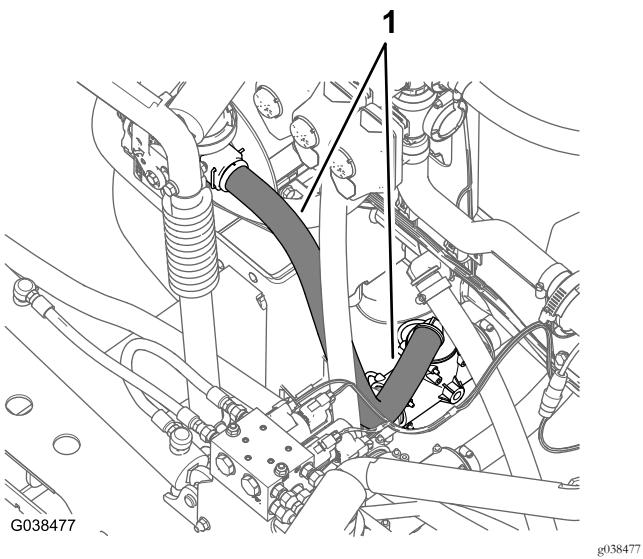

图74
3. 如图74 所示将打药车供水软管向下通向位于泄压阀前部的 T 形接头。